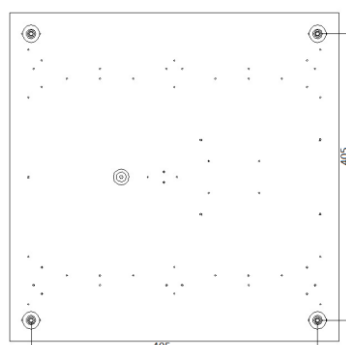

Fig.3
4. Forare il soffitto utilizzando un tassello idoneo al tipo di soffitto o controsoffitto installato. Si facciano dei fori a passo 405 mmx 405mm (fig.3).
4. Drill a hole in the ceiling using a suitable piece of ceiling or false ceiling installed. They make holes in step 405 mmx 405mm (fig.3).